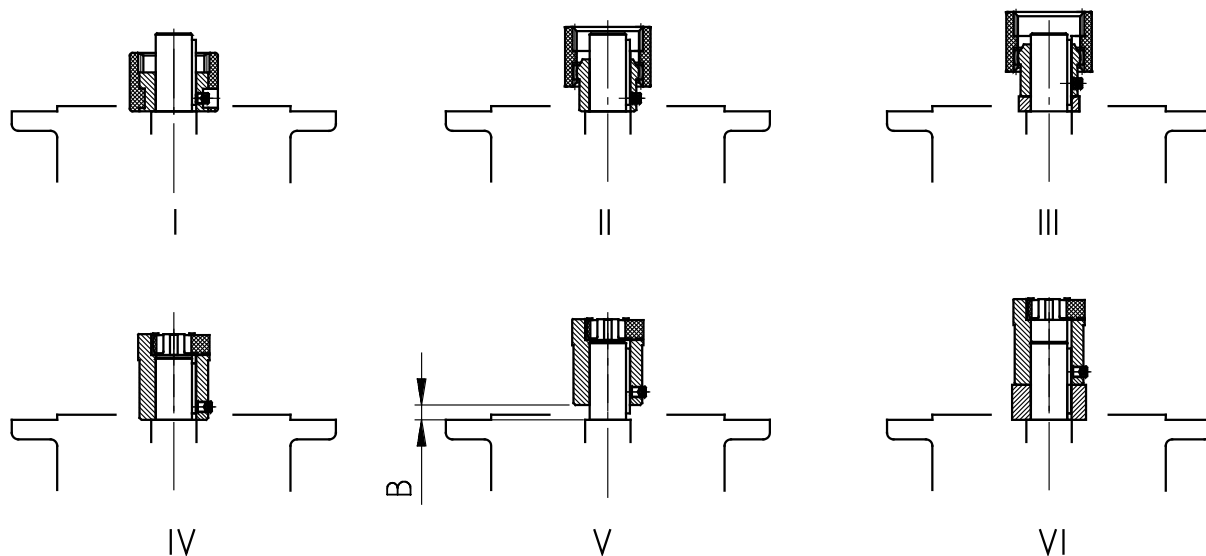

Рисунок 17: Установка разных видов муфты на вал двигателя
3. Насадить втулку соединительной муфты на вал двигателя до упора в буртик согласно указаниям изготовителя двигателя. В установках с двигателем типоразмеров 90, 160, 180 и 225, если необходимо, установить между втулкой соединительной муфты и буртиком прилагаемые промежуточные втулки. В цилиндрических редукторах Standard соблюдать расстояние В между втулкой соединительной муфты и буртиком (см. рис. "Рисунок 17"). У некоторых **NEMA-адаптеров** положение муфты необходимо отрегулировать в соответствии с указаниями на наклейке.